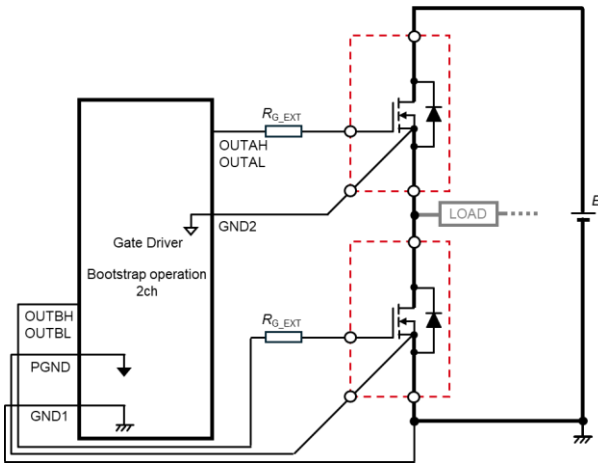
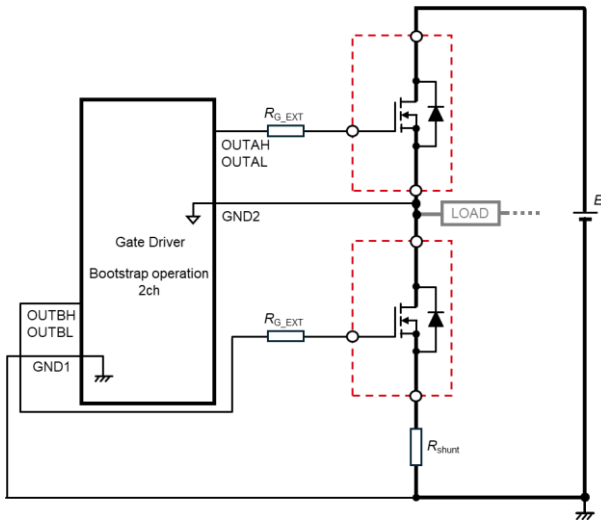
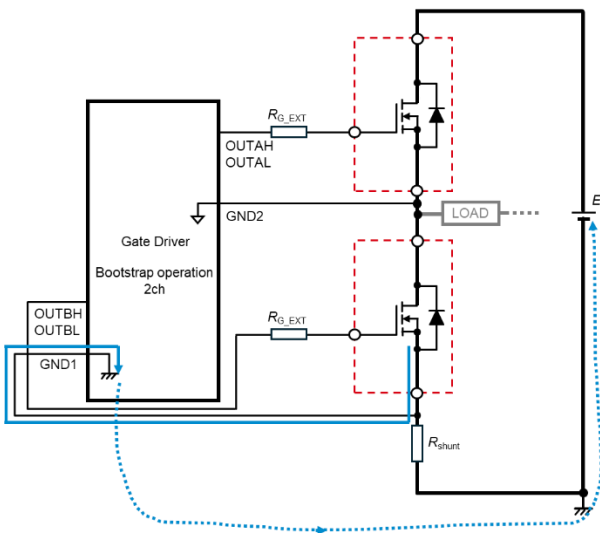

Figure 7. ROHM : BM60213FV-C 사용 시의 회로도
Figure 12.  $R_{shunt}$  를 게이트 구동 회로 안쪽에 접속
Figure 13.  $R_{shunt}$  를 게이트 구동 회로보다 GND 측에 접속
Figure. 7은 브릿지 구성에서 부트 스트랩 방식을 통해 High-side 절연, Low-side 비절연으로, GND가 게이트 구동용 GND와 파워 GND로 분리된 2ch 게이트 드라이버 IC (ROHM : BM60213FV-C) 사용 시의 회로도입니다. 「1. 절연 1ch 게이트 드라이버 IC」와 마찬가지로 드라이버 소스 단자가 있는 파워 스위칭 디바이스의 성능을 최대화시킬 수 있는 구동 회로입니다.
선틀 저항 접속 시에는 하기의 사항에 주의해야 합니다. Figure 7 (a)에서 드라이버 소스 단자가 없는 파워 스위칭 디바이스 사용 시 선틀 저항 ( $R_{shunt}$ )을 Figure. 12 과 같이 게이트 구동 회로 안쪽에 접속하면, Low-side 의 게이트 구동 전압은 식 (1)만큼 감소합니다.
따라서, 드라이버 소스 단자가 없는 파워 스위칭 디바이스를 사용할 때에는 Figure 13의 접속 방법은 사용할 수 없으므로 Figure 12의 접속 방법을 선택하여, 실제 기기 상에서 열적으로 문제가 없는지를 검증하면서 설계를 진행해야 합니다.